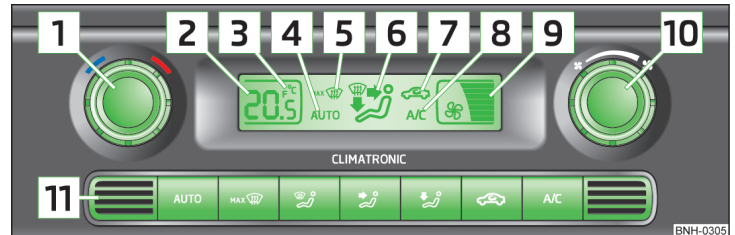

Abb. 83 Bedienelemente der Climatronic
Zum **Einschalten** die Symboltaste  drücken. Im Display wird das Symbol  (Pos. 7) » Abb. 83 auf Seite 86) angezeigt.
Funktionen der einzelnen Bedienelemente und Displayanzeige » Abb. 83
Der eingestellte Temperaturwert wird im Display (Pos. **2** » Abb. 83) angezeigt.
Im Display erscheinen die Angaben in der gewünschten Temperatur-Maßeinheit (Pos. **3** » Abb. 83).
Die eingestellte Gebläsedrehzahl wird durch die Anzeige der jeweiligen Anzahl von Segmenten (Pos. **9** » Abb. 83) im Display dargestellt.
Zum **Einschalten** die Taste **AUTO** drücken. Im Display wird **AUTO** (Pos. **4** » Abb. 83) angezeigt.
- Den Innenraumtemperatursensor **11** » Abb. 83 nicht überkleben oder überdecken, sonst könnte die Climatronic ungünstig beeinflusst werden.